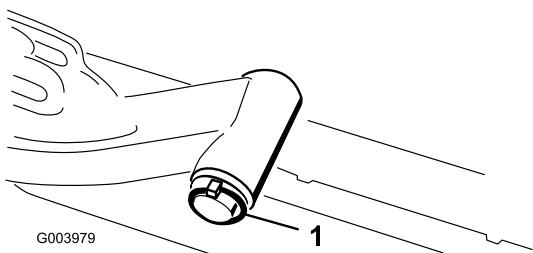

Рисунок 8
- A. Снимите шплинт и шайбу, которые крепят вал оси поворота подъемного рычага к подъемному рычагу, и снимите вал оси поворота с подъемного рычага (Рисунок 8).
- C. Вставьте вал подъемного рычага в подъемный рычаг и зафиксируйте шайбой и шплинтом (Рисунок 8).